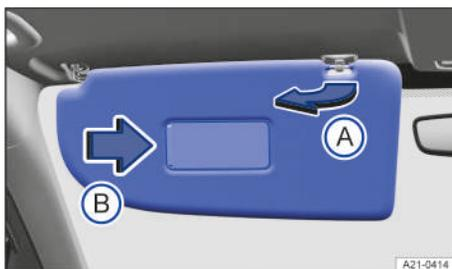

Fig. 83 En la parte delantera del revestimiento interior del techo: parasol.
2. Se pueden extraer del soporte y girar hacia las puertas → fig. 83 (A).
1. Desplace la tapa en el sentido de la flecha → fig. 83 (B).